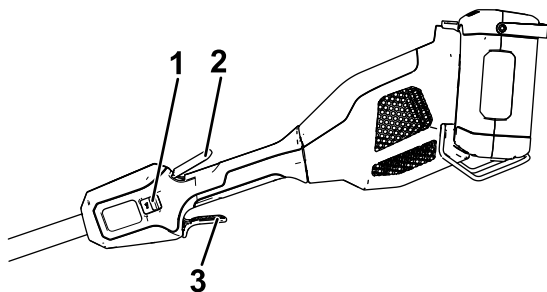

Figura 9
4. Para arrancar la desbrozadora, apriete el gatillo de bloqueo, y luego apriete el gatillo de accionamiento (Figura 9).